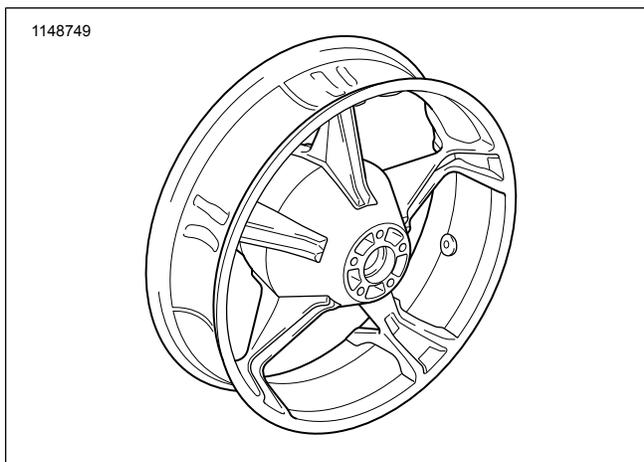

Abbildung 1. Ersatzteile: Aggressor Rear Wheels
Siehe Abbildung 1 und Tabelle 1.
2. Siehe Abbildung 1. Die Ventilschaft-Baugruppe (H) am Rad anbringen. Siehe Werkstatthandbuch.